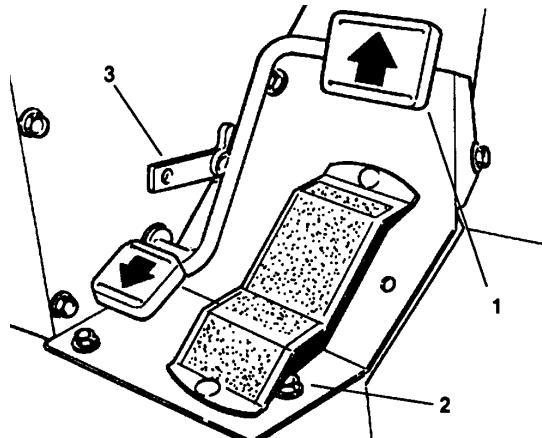

Figure 8
**Pédale de déplacement et d'arrêt** (Fig. 8, 9 & 10)— cette pédale a trois fonctions: 1) déplacement en marche AV; 2) déplacement en marche AR et 3) arrêt de la machine. Appuyer avec le bout du pied droit sur le haut de la pédale pour avancer, ou avec le talon sur le bas de la pédale pour reculer ou faciliter l'arrêt de la machine en marche AV. Ramener la pédale à la position centrale pour arrêter la machine. Pour plus de confort, ne pas laisser reposer le talon sur le bas de la pédale lorsque la machine se déplace en marche AV.
**Sélecteur de vitesse** (Fig. 8)—le levier à came situé sur le côté de la pédale de déplacement peut être tourné pour maintenir la vitesse désirée.